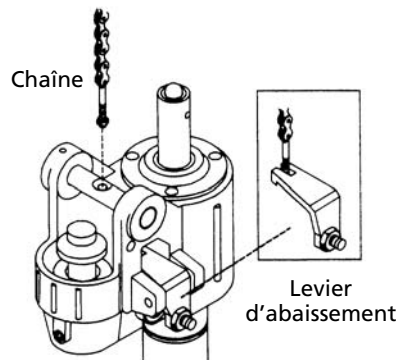

Figure 3 – Levier d'abaissement
5. Enfiler la chaîne (fournie avec le manche) dans le trou de l'axe du manche. L'accrocher au levier d'abaissement (voir Figure 3).